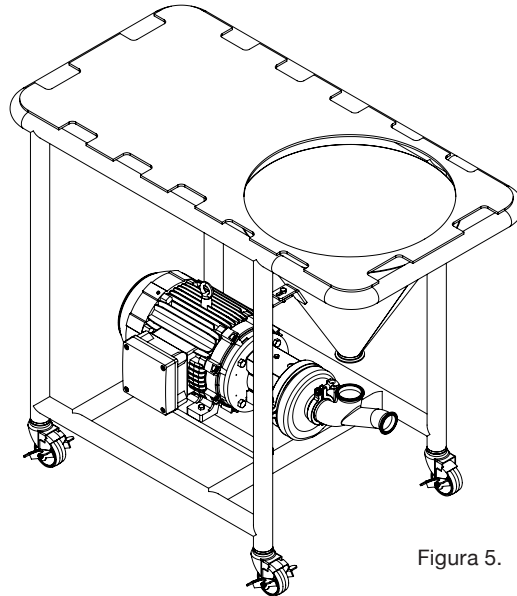

Figura 5.
**6e.** Continúe montando el cono sobre las orejas a los costados de los postes de la mesa. Utilice los tornillos hexagonales (T3) y tuercas (T4) para mantener en posición el cono, pero no apriete los tornillos aún de tal manera que sea posible levantar el cono para instalar la válvula de bola (V). **Figura 5.**